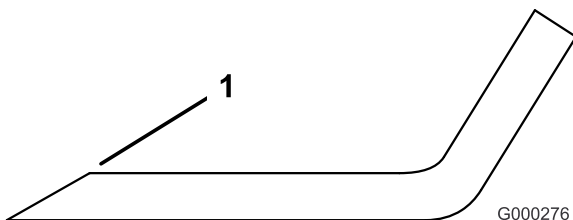

**Figura 85**
2. Verificate accuratamente i taglienti, con particolare attenzione ai punti d'incontro delle sezioni piatta e curva della lama (Figura 85).
**Nota:** Sabbia e materiali abrasivi possono consumare il metallo che connette le sezioni piatta e curva della lama, per cui si consiglia di controllare la lama prima di usare il tosaerba. Se riscontrate segni di usura (Figura 85), sostituite la lama.